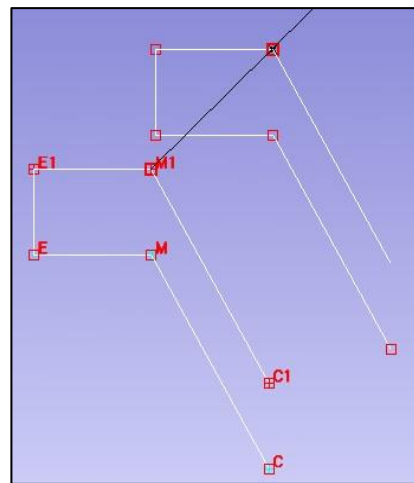

Рис. 4.11
16.4. Активизируйте команду **Переместить** . При этом появится направляющая, которая соединяет точки **М1** на исходном контуре и его копии (рис. 4.11). Поверните направляющую на **45°**. Не фиксируя положение, в командной строке введите величину смещения – **100 м**. Нажмите **Enter**. При прохождении направляющей через значения углового шага у точки **М1** появляется точка привязки.